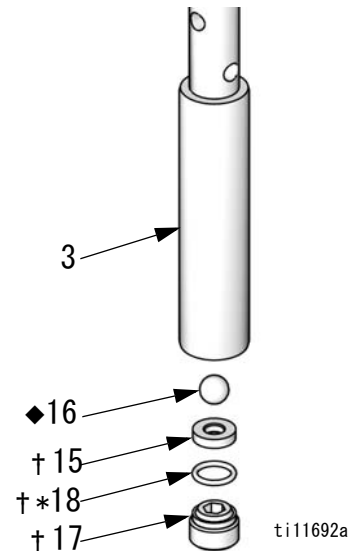

図 5. ピストンボールおよびシートを交換します。
13. O リング (18*†)、シート (15†) およびボール (16◆) を取り外します。図 5 を参照。